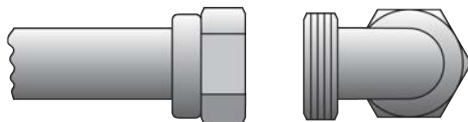

Fig.2
- con tenuta sul filetto ed aggiunta di mastice adatto Fig.2